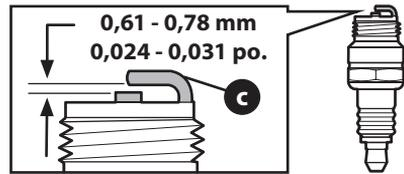

Figure 16
- Mesurez l'écartement avec une jauge d'épaisseur. Pliez un peu le côté de l'électrode (v) pour ajuster l'écartement (Figure 16). L'écartement doit être de 0,61 - 0,78 mm (0,024 - 0,031 po).